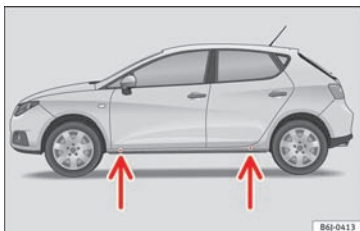

Fig. 65 Løftepunkter til donkraften
• Find markeringen (det sted, der er trykket ind) på panelet, der er tættest på det hjul, der skal skiftes » » » Fig. 65.